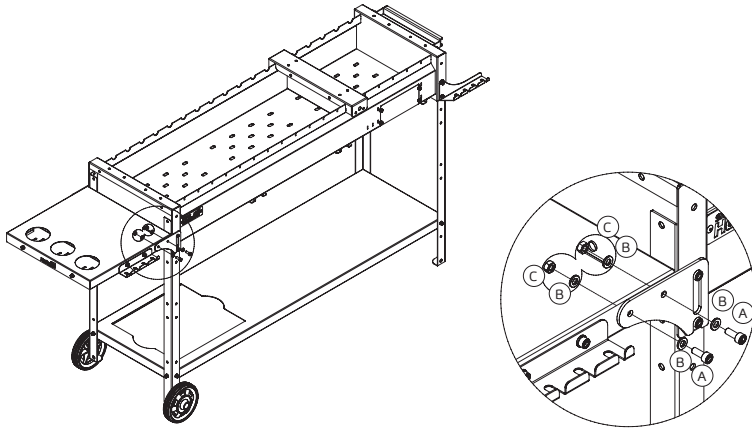

Рис. 26.
- Прикрутить второй кронштейн с помощью винта (А), шайбы (В), гайки (С), используя ключи (К) (рис. 26, 27).